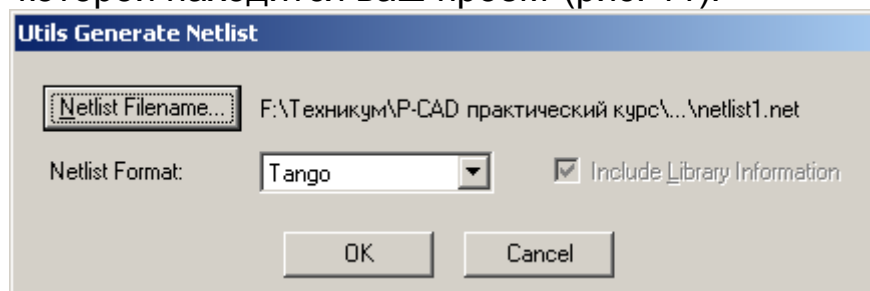

Рис. 11 Создание списка соединений
- 4.3 Нажмите кнопку **Netlist Filename** и задайте имя списка соединений **netlist1.net**, причем в той директории, в которой находится ваш проект (рис. 11).